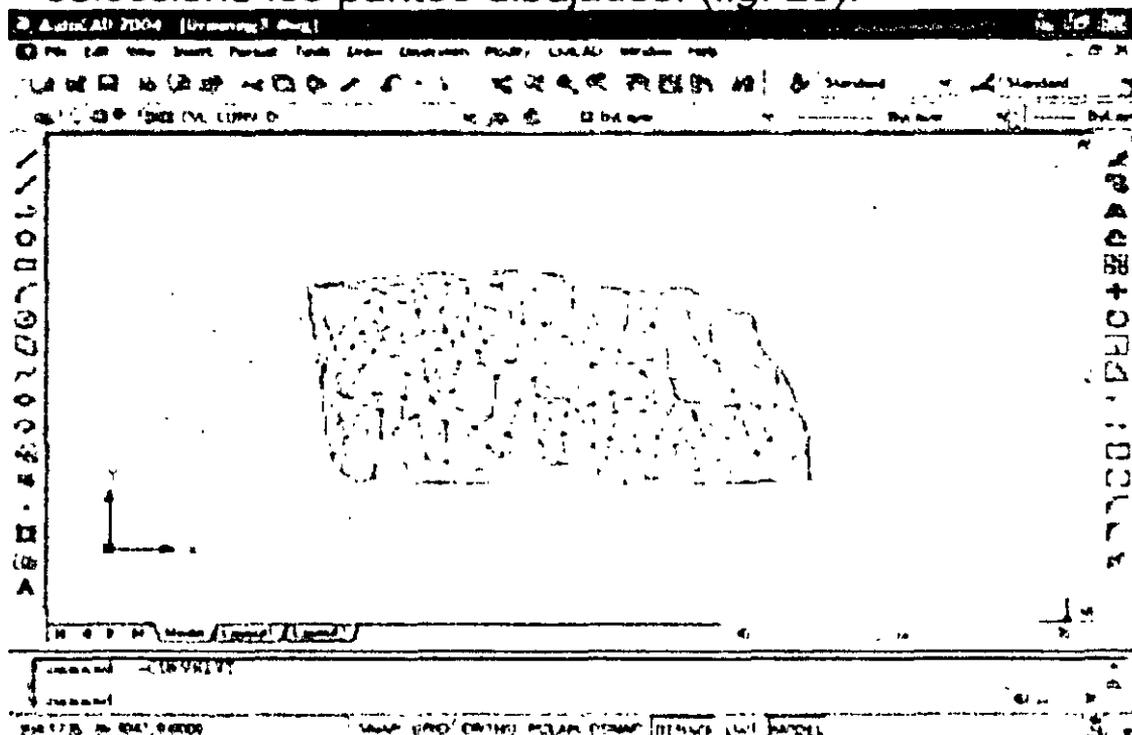

Fig. 20: Triangulación entre puntos X Y Z
6. Active la rutina para generar triangulación de terreno y seleccione los puntos dibujados. (fig. 20).